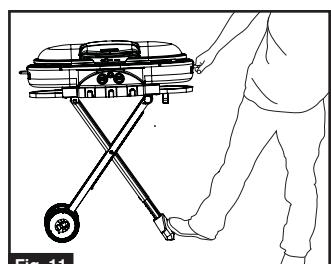

Fig. 11
- Abaissez le gril et glissez-le en arrière pour verrouiller les montants du piétement dans les supports du fond. (Fig. 11, 12 et 13)